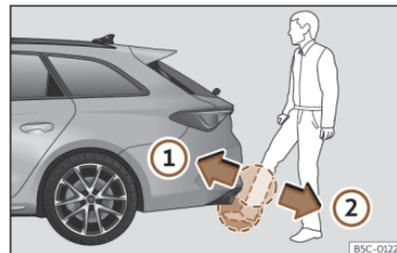

Abb. 78 Heckklappe mit sensorgesteuerter Öffnung (Easy Open).
- Mit einer schnellen Bewegung nähern Sie einen Fuß und unteren Beinteil so weit wie möglich dem Stoßfänger. Der untere Beinteil muss sich dem oberen Sensorbereich, und der Fuß dem unteren Sensorbereich nähern >>> (Abb. 78) ①.
- Entfernen Sie den Fuß und den unteren Beinteil mit einer schnellen Bewegung aus dem Sensorbereich >>> (Abb. 78) ②. Die Heckklappe öffnet sich selbsttätig.